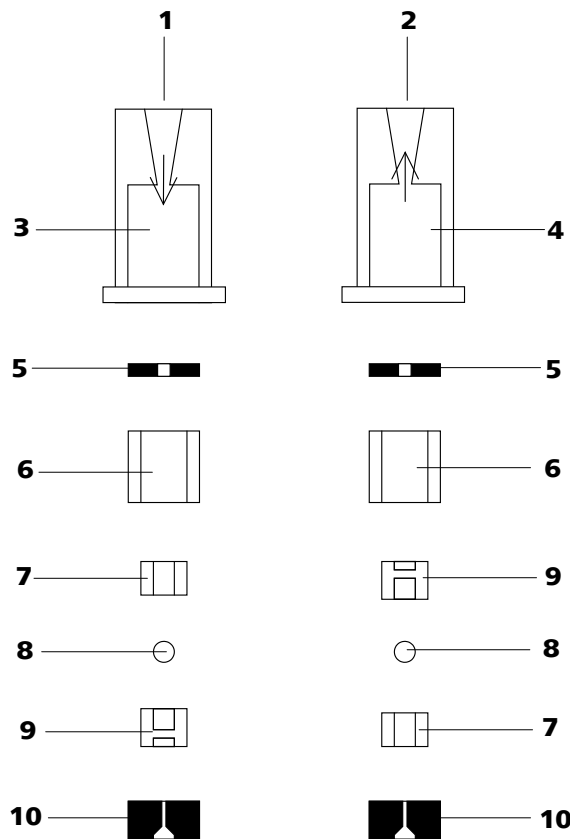

Abbildung 47 Bestandteile von Einlassventil und Auslassventil
- Einlassventil und Auslassventil bestehen aus den gleichen Bestandteilen, die nur unterschiedlich angeordnet sind (siehe Abbildung 47, Seite 88).
Ventilbestandteile *gemäss* Abbildung 47, Seite 88 wieder zusammensetzen.
- Die übrigen Ventilbestandteile in der richtigen Reihenfolge (*siehe Abbildung 47, Seite 88*) aufeinander legen.
Ist dies nicht der Fall, muss das Ventil nochmals zerlegt und richtig zusammengesetzt werden (*siehe Abbildung 47, Seite 88*).